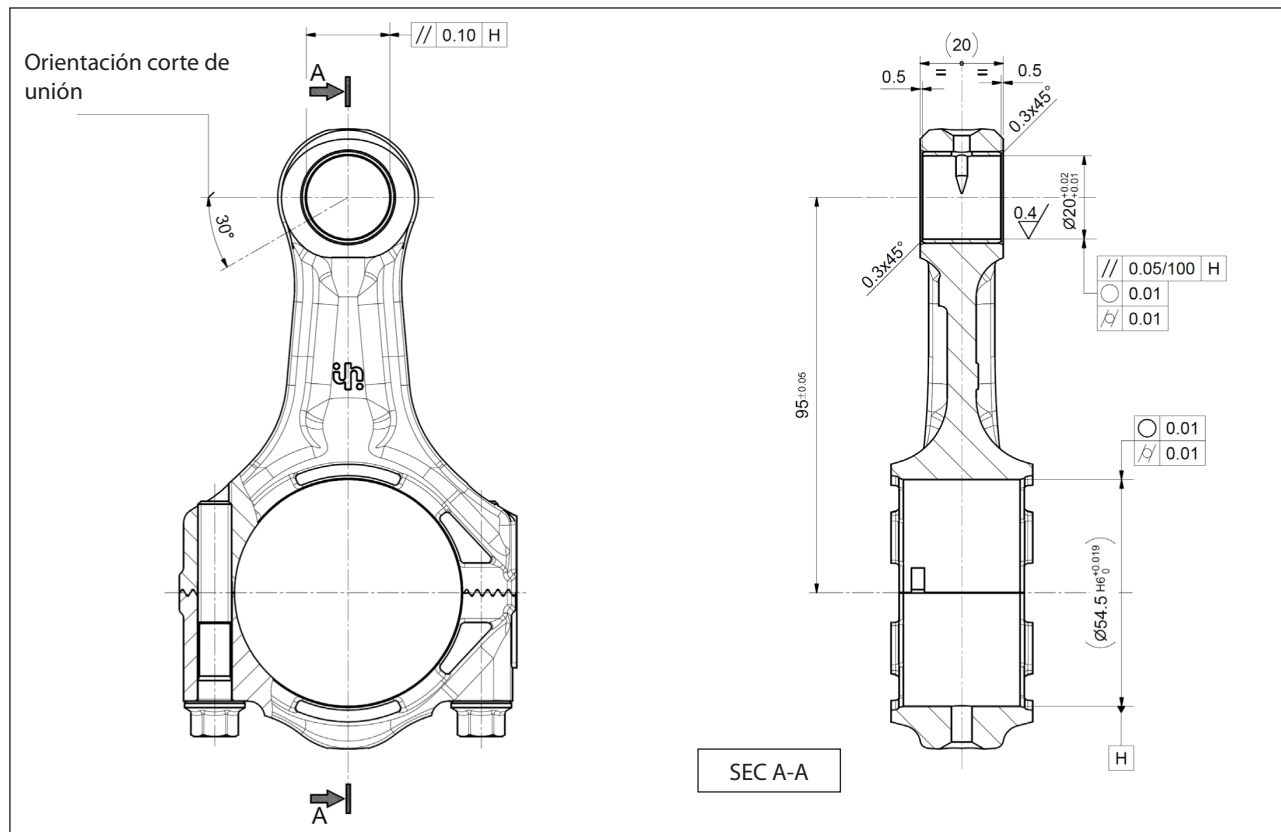

Fig. 51
- el corte de unión sea orientado como se indica en Fig. 51.
A continuación realizar trabajos mecánicos respetando obligatoriamente las dimensiones y tolerancias mostradas en la Fig. 51.